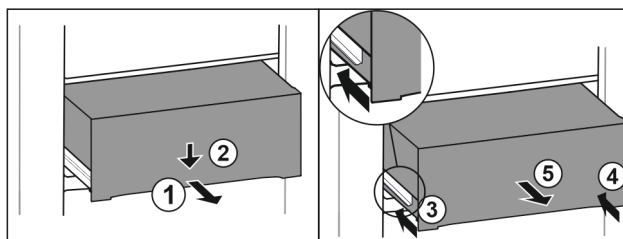

Fig. 81
- ▶ Træk skuffen halvt ud. Fig. 81 (1)
- ▶ Tryk skuffen ned på forsiden. Fig. 81 (2)
- ▶ Skub venstre skinne ca. 2 cm ind. Fig. 81 (3)
- ▶ Skub højre skinne ca. 2 cm ind. Fig. 81 (4)
- ▶ Tag skuffen ud fremefter. Fig. 81 (5)